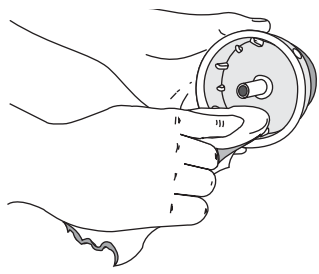

Fig. 14
4. Nettoyez le moulinet intérieur, le ressort, et l'arbre et la surface interne de la bobine extérieure à l'aide d'un tissu propre (Fig. 14).